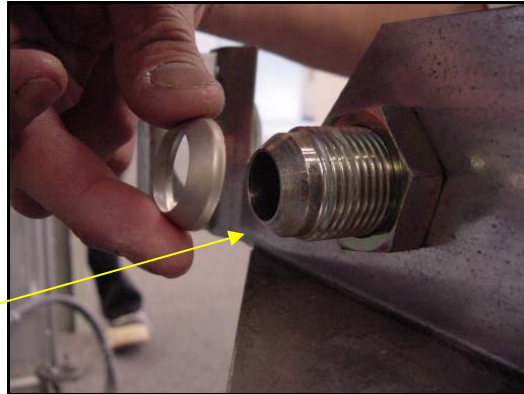

Рисунок 20 Входной штуцер топливной системы
- штуцер для подключения к газовой сети потребителя (рис.20);
- штуцер для подключения к топливопроводу (рис.20);